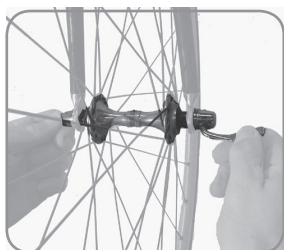

Figure 34. Serrage de l'écrou
- Le levier étant en position de réglage, serrez légèrement l'écrou de réglage (figure 34).